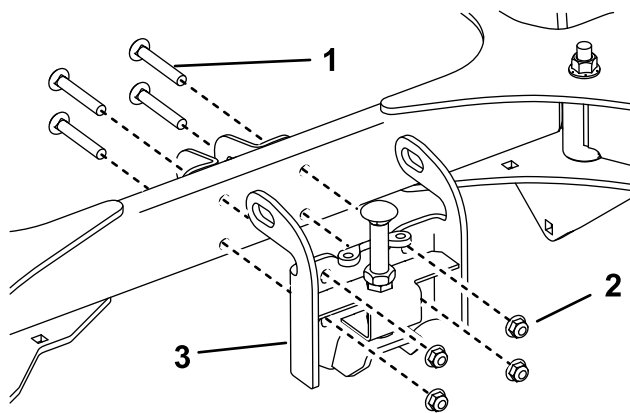

Figure 5
2. Utilisez les fixations que vous venez de retirer pour installer le support de blocage de la souffleuse à neige (Figure 5). Serrez à un couple de 37 à 45 N·m (27 à 33 pi-lb).